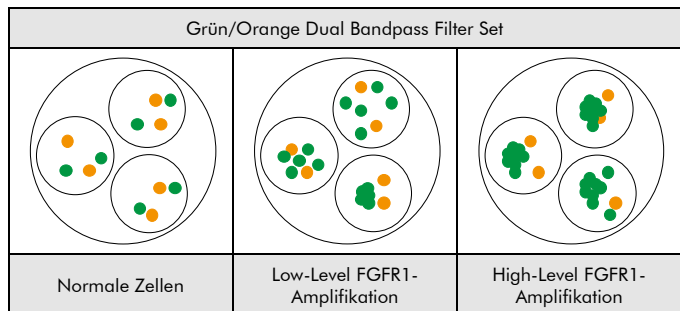

Abb. 2: Zu erwartende Ergebnisse in normalen und aberranten Zellkernen
**Normale Situation:** In Interphasen von normalen Zellen oder Zellen ohne eine Amplifikation der FGFR1-Genregion erscheinen zwei grüne und zwei orange Signale (siehe Abb. 2).
**Aberrante Situation:** In Zellen mit einer Amplifikation der FGFR1-Genregion können eine erhöhte Anzahl grüner Signale oder grüne Signalcluster beobachtet werden (siehe Abb. 2).